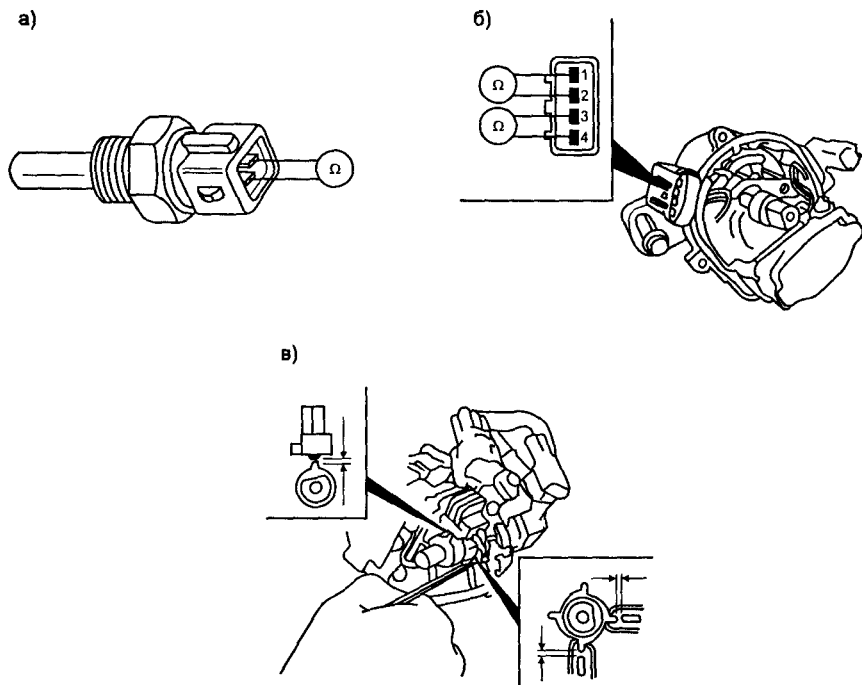

Рис. 2.8.10. Проверка датчиков
- нагревают датчик (например, в воде на плите) и проверяют изменение сопротивления в соответствии с табл. 2.8.10 (рис. 2.8.10а).
ставлять 370...550 Ом на холодном двигателе и 475...650 Ом — на горячем (рис. 2.8.10б);
- проверяют сопротивление датчика СМР (контакты 3 и 4) — 185...275 Ом на холодном двигателе и 240...325 Ом на горячем (рис. 2.8.10б);
- проверяют воздушный зазор между выступами ротора и датчиками (рис. 2.8.10в) — он должен быть в пределах 0,2—0,4 мм;